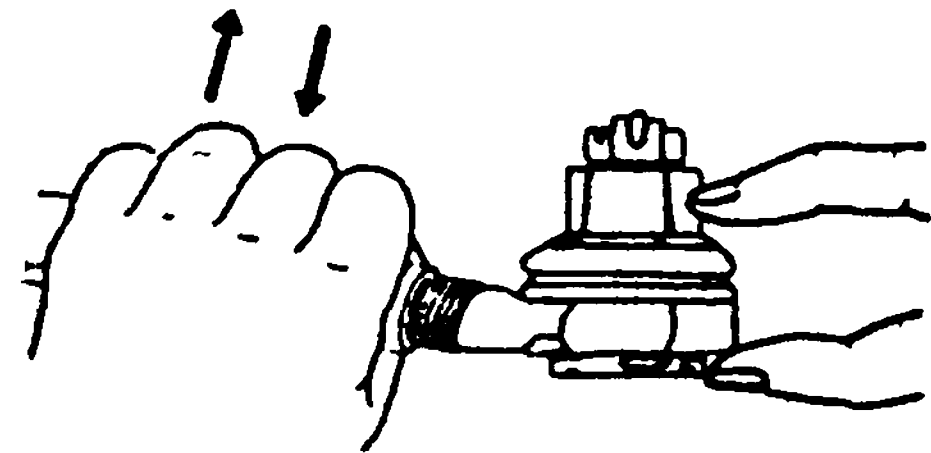

Рис. 10.17. Проверка люфта в шарнирах рулевых тяг
2. Люфт, обусловленный износом сферических поверхностей шарового пальца и корпуса шарнира. Этот вид люфта можно выявить при энергичном покачивании рулевой тяги вдоль оси шарового пальца (с усилием около 20 кгс), приложив пальцы к шарниру и бобышке тяги, как показано на рис. 10.17.